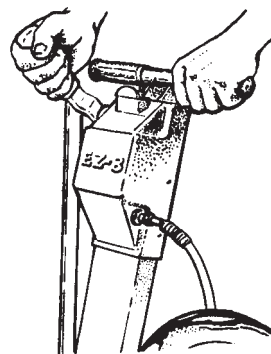

Figure 5
Cette machine doit être mise à la terre pour protéger l'opérateur du danger d'électrocution. La machine est munie d'un cordon d'alimentation avec deux principaux conducteurs et un conducteur de terre. Branchez la fiche dans un réceptacle du type indiqué dans la figure 5. Le conducteur vert et jaune est le conducteur de terre. Ne jamais brancher ce conducteur à une borne autre que celle de mise à la terre.
3. Introduire l'axe de commande dans l'encoche et glisser le collier sur la goupille. Lever le tambour de ponçage à l'aide du levier de commande. Voir Figures 5 et 6.